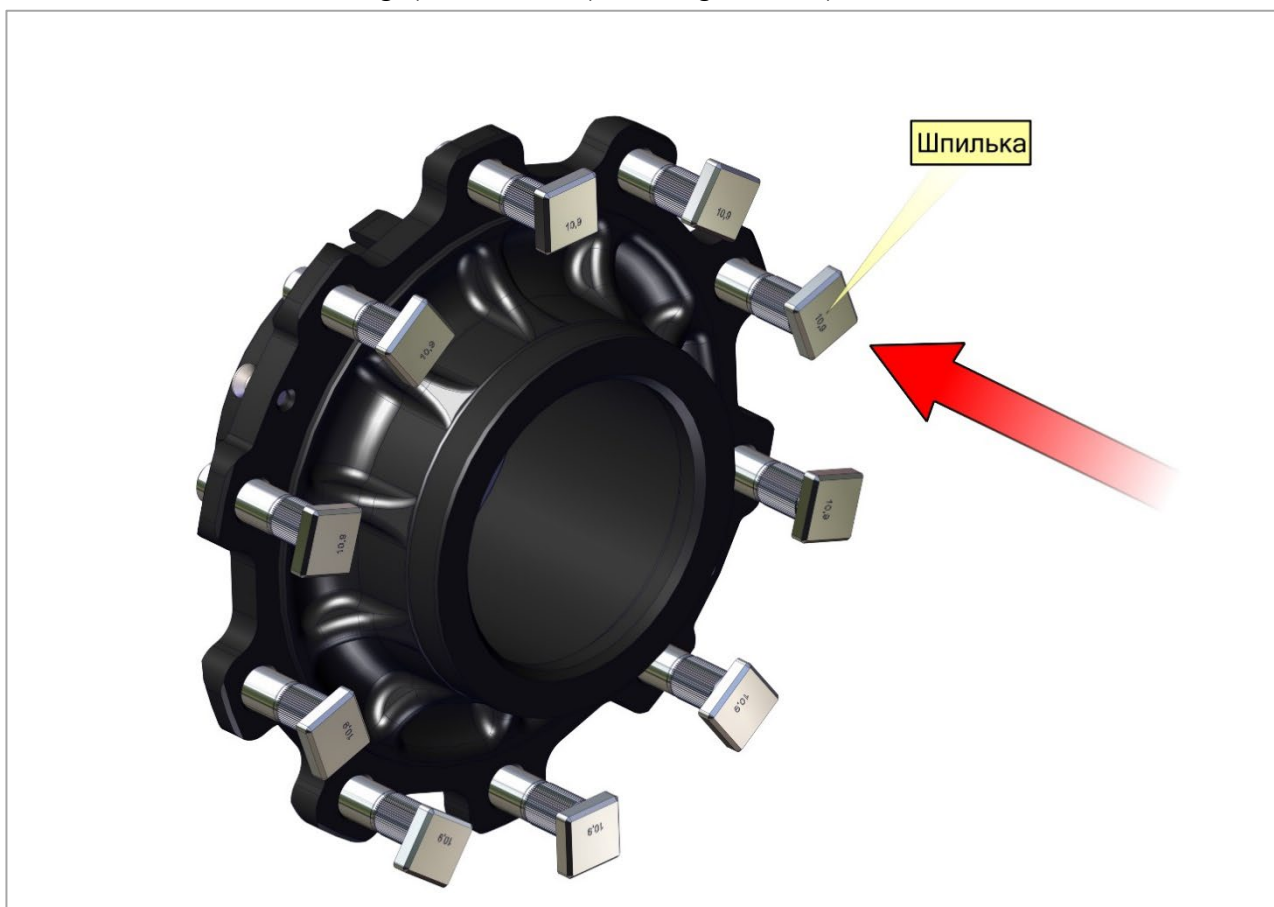

Рис. 23. Установка шпилек.
- 3) Шпильку необходимо надежно устанавливать на место, следя за тем, чтобы она располагалась под прямым углом к поверхности ступицы и точно садилась на внутренний торец ступицы (рис. 23).